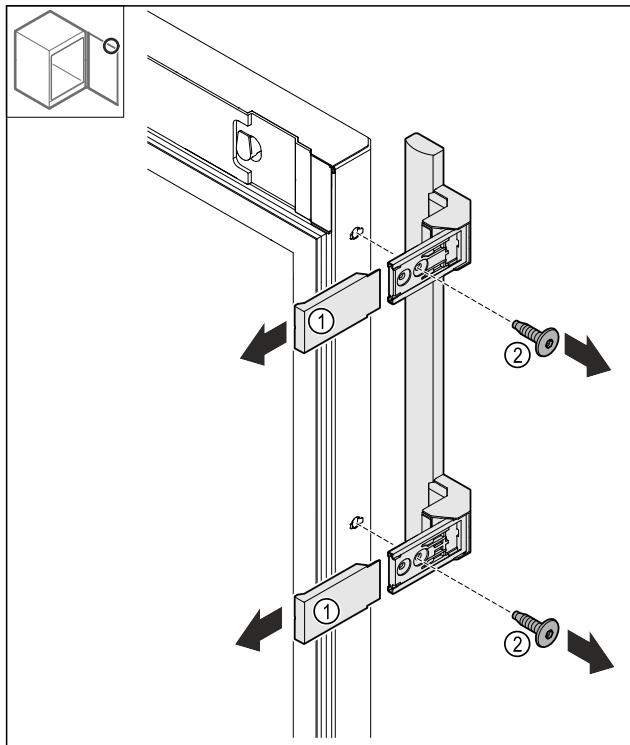

Fig. 24
- Stiahnite kryty Fig. 24 (1).
- Uvoľnite skrutky Fig. 24 (2).